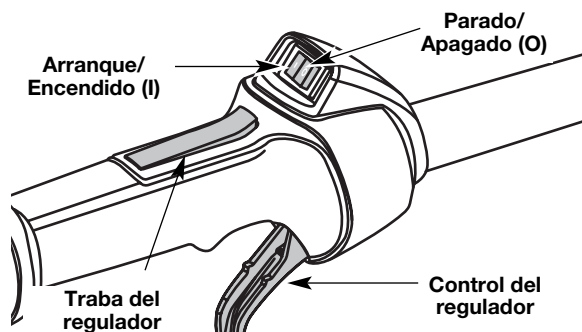

Fig. 20
3. Coloque el control de encendido y apagado en posición de ENCENDIDO (I) (Fig. 20).